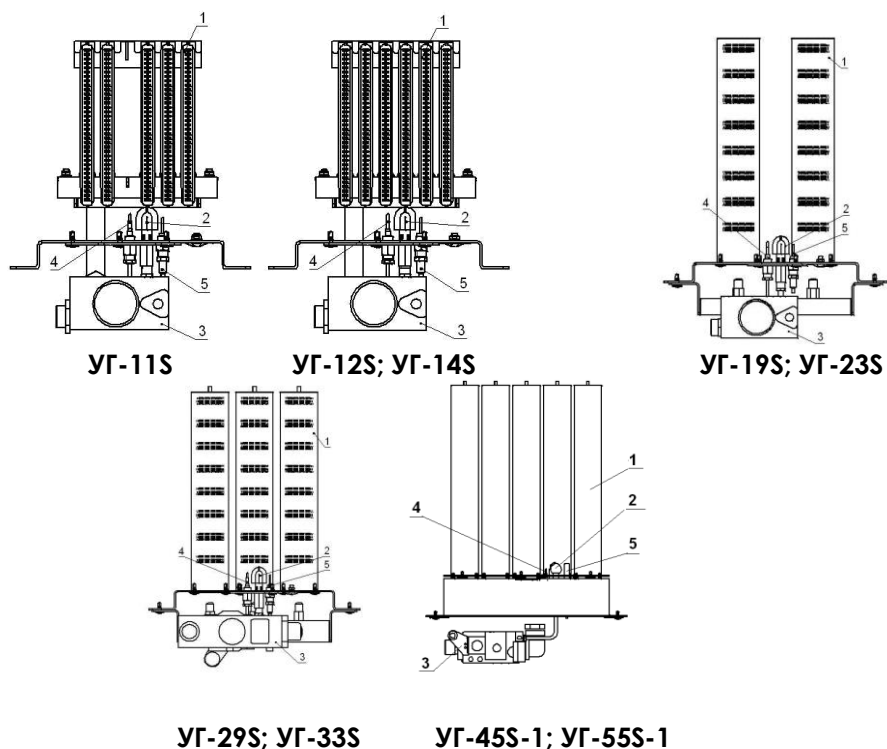

Рис.1 Газогорелочные устройства с автоматикой безопасности и регулирования SIT.
6.5.1 УГ-... S (рис. 1) состоит из секций или газогорелочных труб POLIDORO 1, автоматики безопасности и регулирования SIT, включающей в себя: